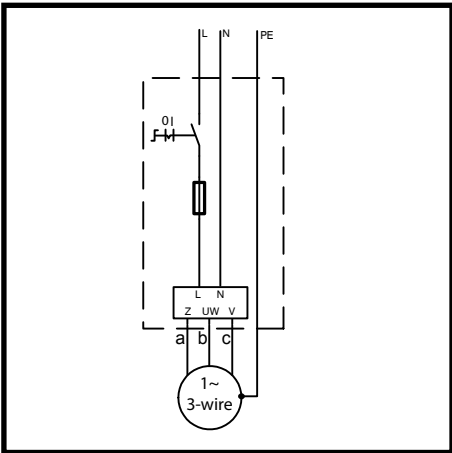

Fig.: 16
3. Conexão de aço inoxidável especial com 3 fios (Fig.: 16)